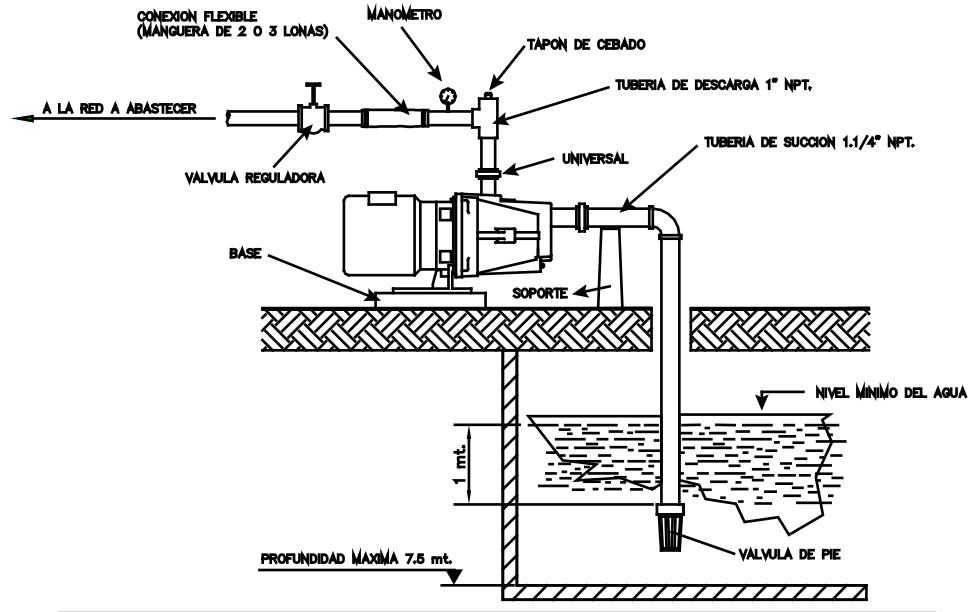

FIGURA 1. Instalación Típica en pozo llano.
Su nueva motobomba Jet línea JS, con eyector incorporado a la carcasa, esta diseñada para trabajar en pozos llanos, hasta profundidades máximas de 7.5 mts. Emplea solamente un tubo de succión de 1.1/4" NPT. con válvula de pie en el extremo sumergido. Un esquema de instalación típica se muestra en la figura 1.
- a. La longitud de la tubería de succión debe ser suficiente para que la válvula de pie. quede sumergida como mínimo 1 mt. por debajo del nivel del agua. (ver figura 1)
- c. Toda la tubería debe tener los diámetros mínimos indicados en la figura 1 y las uniones entre tubos y accesorios deben estar perfectamente herméticas para evitar escapes de agua o entradas de aire. Utilizar sellantes adecuados y/o cinta de teflón en todas las uniones roscadas.